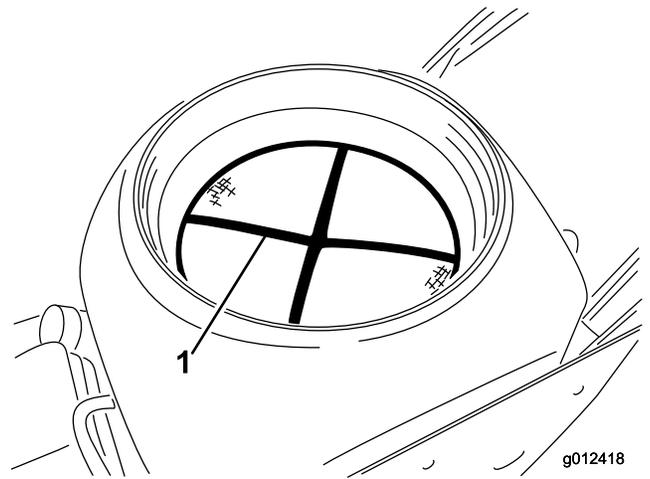

Figura 30
2. Rimuovete il filtro del serbatoio della vernice (Figura 30) e pulitelo con acqua.